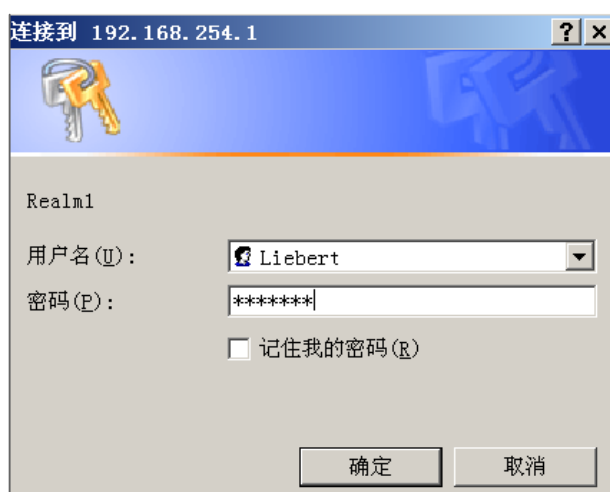

图1-11 输入用户名和密码
3. 点击左面板 **SNMP** 下的 **Access**，显示如图 1-11 所示。分别输入用户名和密码（用户名和密码为“Liebert”），点击**确定**，进入配置页面。注意用户名和密码都区分大小写。